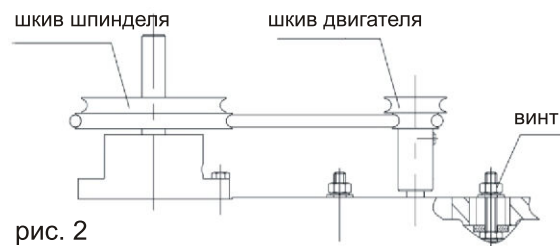

рис. 2
8.2 Регулировка частоты вращения шпинделя (рис.2,3).